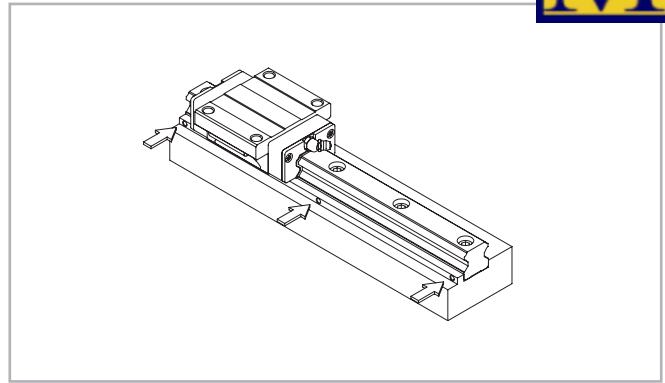

Fig. 56
(3) Stringere le viti di precarico sulla guida finché quest'ultima è a stretto contatto con la superficie di appoggio laterale (vedere fig. 56).